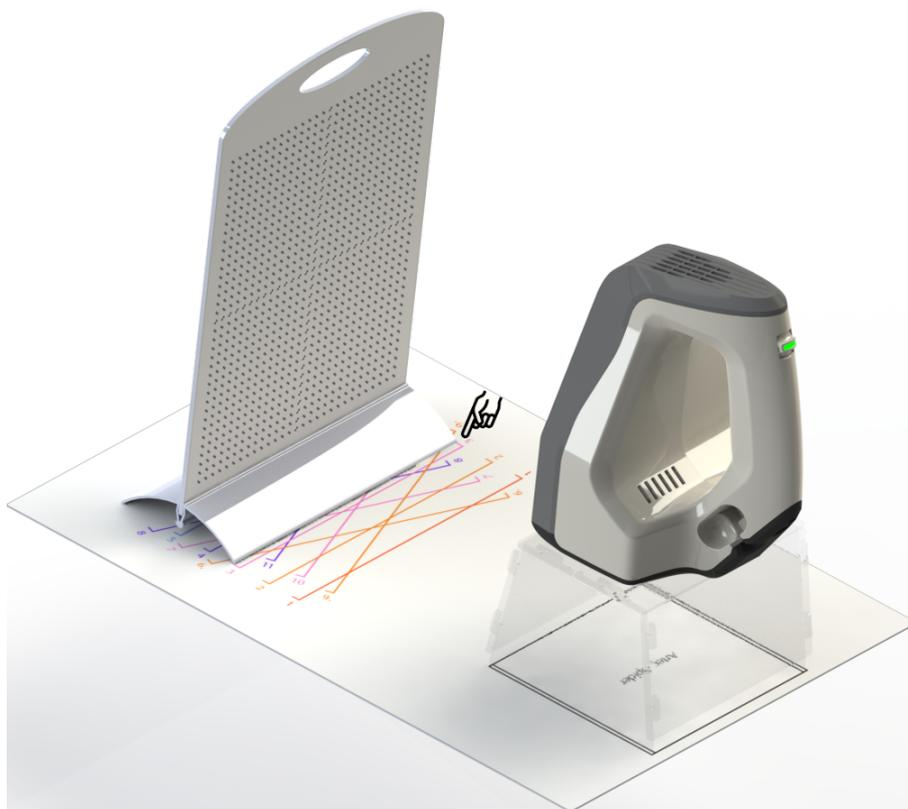

Рис. 12.8: Калибровочный стенд, шаблон и подставка со сканером Artec Spider
4. Разместите калибровочный стенд на шаблоне, повернув его стороной с нанесенными маркерами к сканеру, как показано на Рис. 12.8.